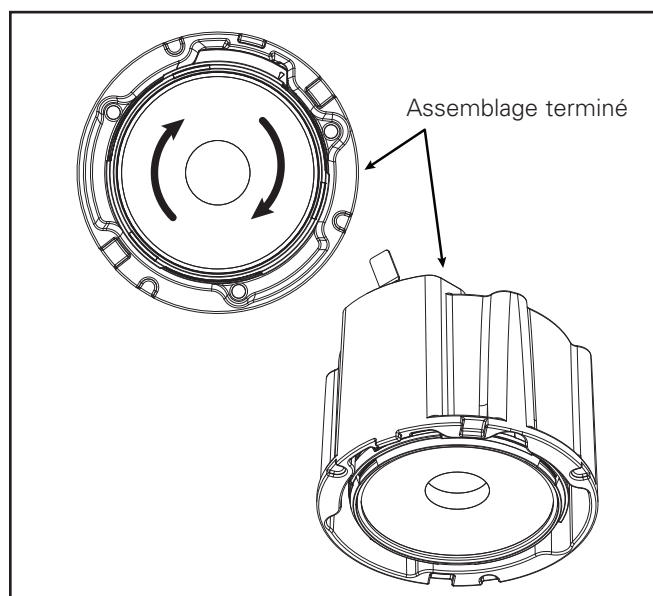

Figure 2
4. Fixez l'ensemble optique au moteur lumineux à DEL en le tournant délicatement dans le sens horaire jusqu'à ce qu'il s'arrête. (Figure 2) Assurez-vous que l'élément optique est bien fixé en place.